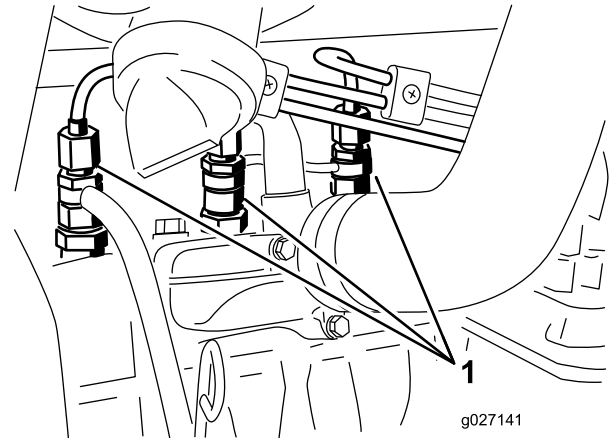

Figura 56
1. Allentate il raccordo dell'ugello n. 1 ed il gruppo portaugelli (Figura 56).